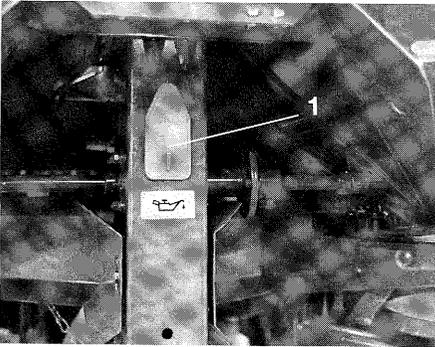

Fig. 9.1
2. Limpiar y engrasar la cadena de accionamiento de los agitadores (Fig. 9.1/1).